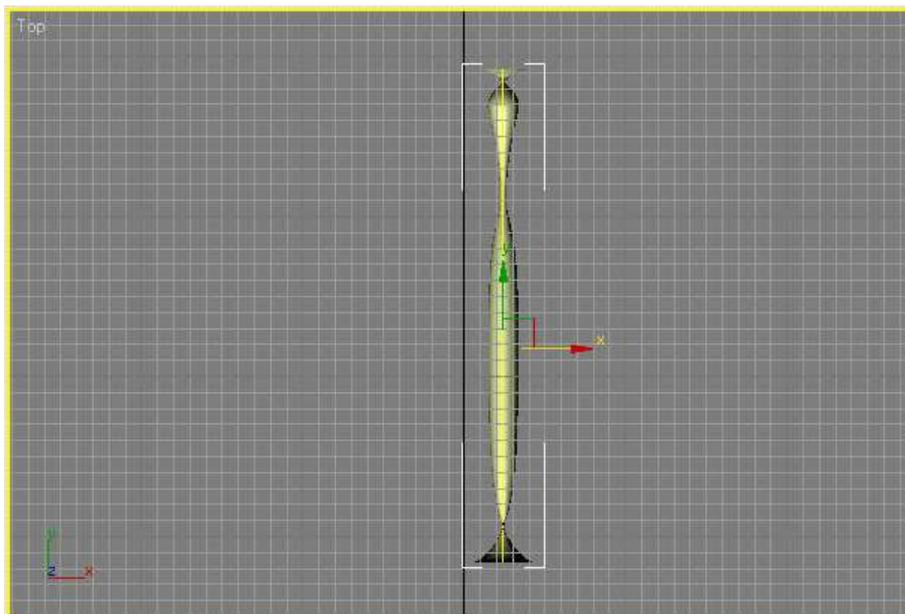

Рис. 25 – Объект после применения модификатора **Lathe (Вращение вокруг оси)**
2. Выделите созданный сплайн и перейдите на вкладку **Modify (Изменение)** командной панели. Раскройте список **Modifier List (Список модификаторов)** и выберите в нем модификатор **Lathe (Вращение вокруг оси)**. Объект при этом приобретет вид, изображенный на рис. 25.